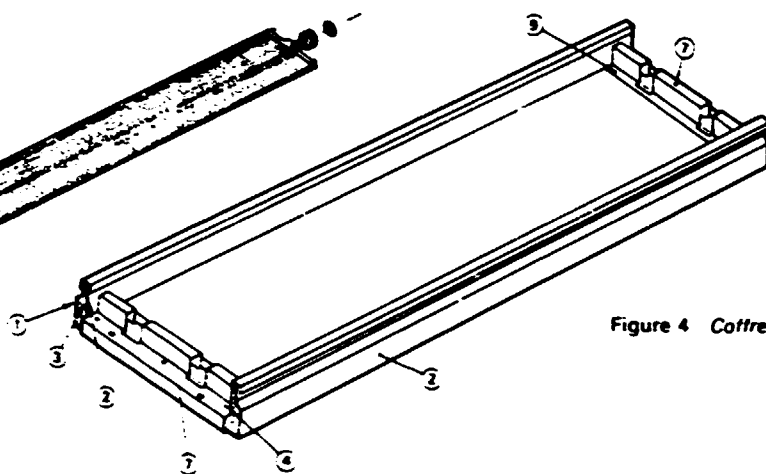

Figure 4 Coffre
2.4. Coffre et isolant (fig. 4)